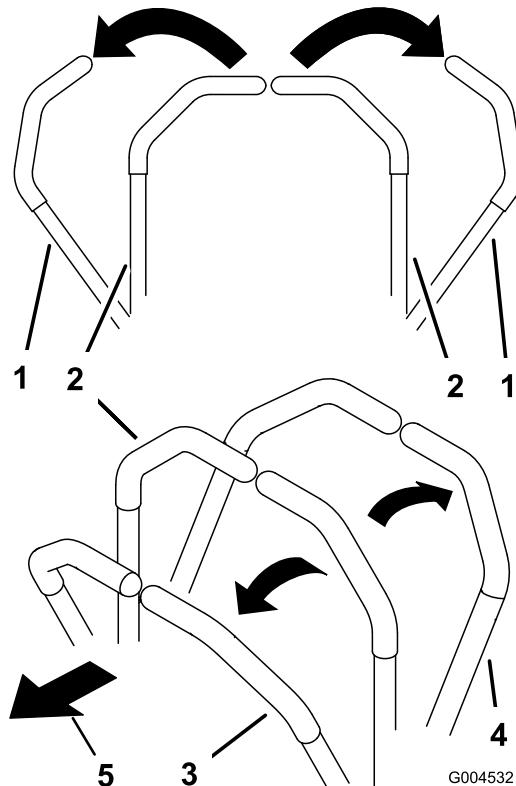

Рисунок 20
- Для перемещения прямо назад передвиньте медленно назад рычаги управления движением (Рисунок 20).
- Чтобы повернуть, сбросьте скорость машины, потянув назад оба рычага, затем нажмите вперед на рычаг, противоположный стороне, в которую требуется повернуть (Рисунок 20).
- Для перемещения прямо вперед передвиньте медленно вперед рычаги управления движением (Рисунок 20).